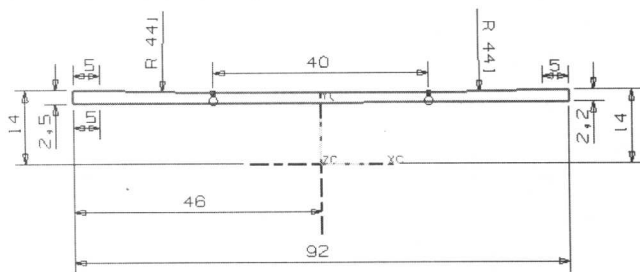

图1-3
2. 在【成形特征】工具条中单击【草图】按钮,弹出【基准平面】悬浮工具条。以默认平面作为草绘平面,然后单击【确定】按钮进入二维草图界面,绘制图 1-3 所示的草图轮廓。